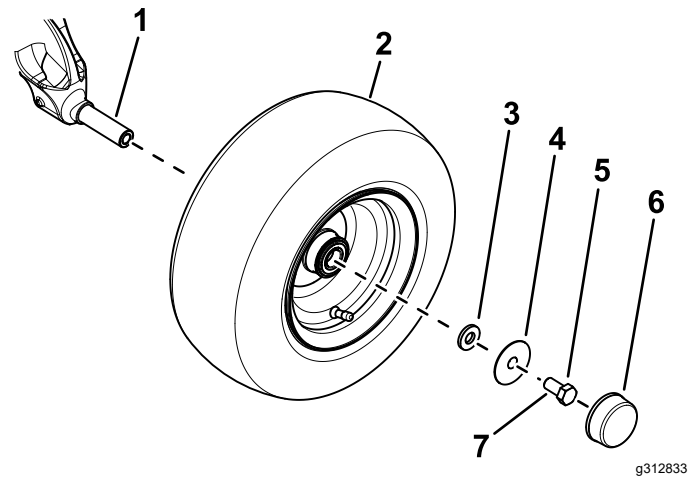

Рисунок 3
- B. Используйте малую шайбу, большую шайбу, болт ( $\frac{5}{8}$  x  $1\frac{1}{4}$  дюйма) для крепления колеса к шпинделю моста (Рисунок 3).
- D. Установите пылезащитный колпачок на колесо (Рисунок 3).